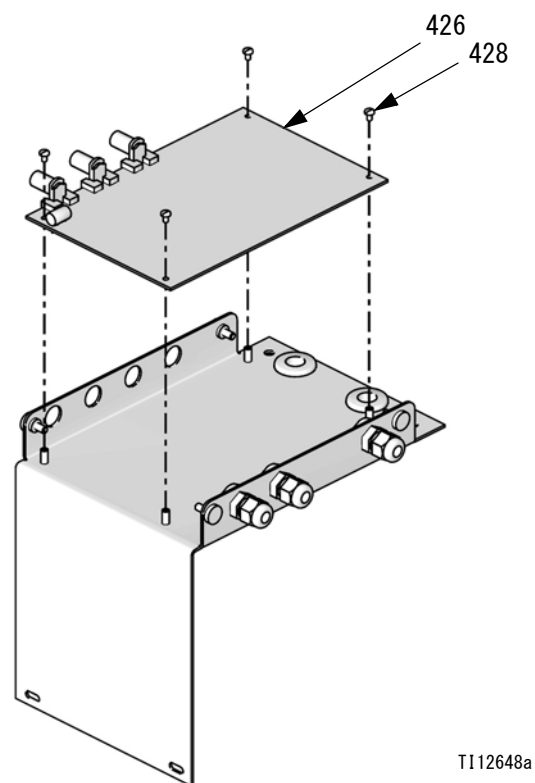

図 28: 制御盤の取り外し
4. 4 つのねじ (428) を取り除きます。制御盤 (426) を取り除いてください。図 28。